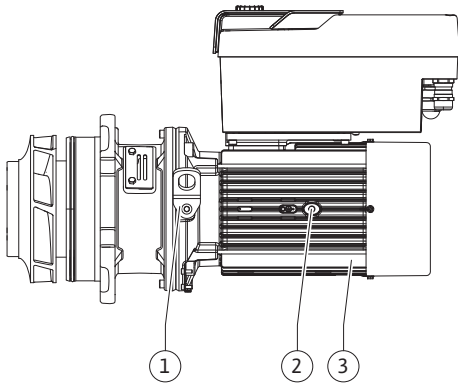

Fig. 107: Moottori-juoksupyöräyksikkö
13. Vie moottori-juoksupyöräyksikkö (katso Fig. 107) pumpun pesään vanhaan tai haluttuun uuteen kulma-asentoon. Huomioi tässä komponenttien sallitut asennusasennot (katso luku "Sallitut asennusasennot ja komponenttien sijoituksen muutokset ennen asennusta" [► 141]).
14. Asennuspulttien käyttöä suositellaan (katso luku "Lisävarusteet" [► 136]). Kun tiivistelaipan ohjain on alkanut selvästi tarttua (n. 15 mm ennen pääteasentoa), ei ole enää kallistumisen tai kulmittain kääntymisen vaaraa. Kun moottori-juoksupyöräyksikkö on varmistettu vähintään yhdellä ruuvilla (Fig. I/III, pos. 10 tai Fig. III/IV, pos. 29), voidaan kiinnitysvälineet poistaa kuljetussilmukoista.
15. Kierrä ruuvit (Fig. I/III, pos. 10 tai Fig. III/IV, pos. 29) paikoilleen, mutta älä vielä kiristä niitä lopullisesti. Kun ruuvit kiristetään, moottori-juoksupyöräyksikkö siirtyy pumpun pesän sisään.